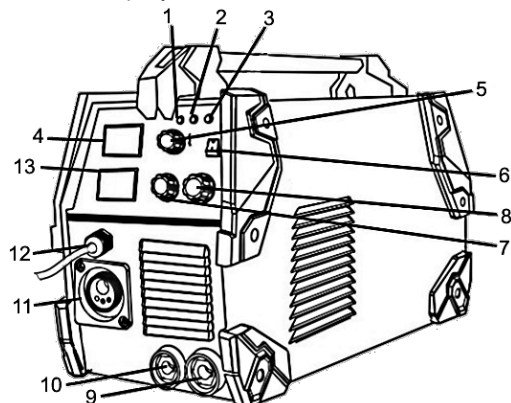
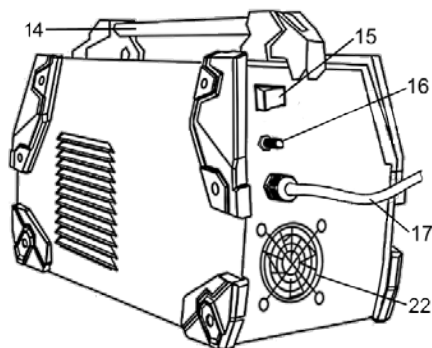

Рисунок 1
Рисунок 2
2.2.3 Індикатор термостатичного захисту (2, рисунок 1) вимкнений, якщо апарат працює нормально. Світіння даного індикатора свідчить про те, що перевищена температура всередині апарата і спрацював захист від перегріву. Сам апарат при цьому увімкнений, але електроживлення на зварювальний контур не подається доти, поки не буде досягнута нормальна температура. При цьому вбудований вентилятор (22, рисунок 2) системи охолодження продовжує свою роботу та після достатнього охолодження апарат запускається автоматично.
2.2.4 Індикатор «QC» (3, рисунок 1) поєднує індикацію роботи трьох функцій захисту електроніки виробу. Індикатор світиться у випадку спрацювання функції/функцій захисту при струмовому перевантаженні, захисту від перевантаження вихідних транзисторів IGBT, захисту від низької/високої напруги в електромережі.
2.2.5 Електродотримач має універсальну конструкцію для використання всіх типів стандартних електродів з обмозкою для зварювання металів. Струм зварювання виставляється за допомогою потенціометра (7, рисунок 1) залежно від типу та діаметра встановленого електрода, параметрів заготовки, складу металу, типу зварного з'єднання тощо.
2.2.6 У разі використання виробу в режимі напіваавтомата потенціометр (7, рисунок 1) регулює швидкість подачі зварювального дроту.
2.2.7 Виріб оснащений двома дисплеями (4 та 13, рисунок 1) для відображення зварювального струму та напруги, що додає зручності при налаштуванні відповідних параметрів зварювання.
Зварювальні кабелі встановлюються в роз'єми (9, 10 та 11, рисунок 1) залежно від вибраного режиму зварювання (MIG/MAG/MMA/TIG). Для під'єднання кабелів необхідно вставити штекер кабелю у відповідний роз'єм так, щоб контакт штекера входив у паз до кінця. Після чого повернути штекер кабелю за годинниковою стрілкою до упору та переконатися, що він надійно зафіксований.
Для вибору необхідного режиму зварювання використовуйте трипозиційний перемикач (6, рисунок 1). Натискання на його верхню частину активує режим MMA, натискання на нижню частину – режим TIG-LIFT, проміжне положення – режими MIG/MAG/FCAW.
Для увімкнення апарата переведіть перемикач «Увімк/Вимк» (15, рисунок 2) на задній панелі в положення «Увімк» («ON»), індикатор живлення (1, рисунок 1) почне світитись зеленим кольором. Тримавши маску ПЕРЕД ОБЛИЧЧЯМ, проведіть кінцем електрода по місцю зварювання, причому рух має бути схожим на запалювання сірника. Це і є правильний метод отримання дуги.